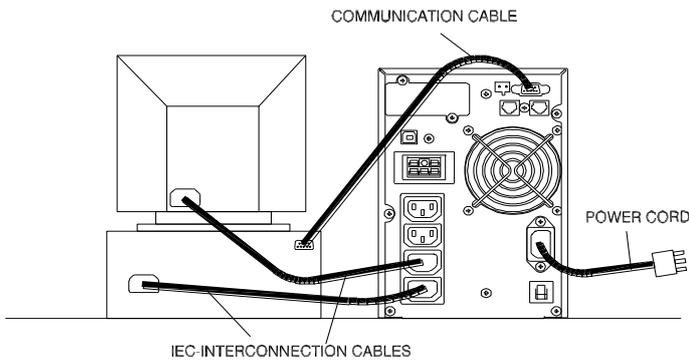

Fig. 3 Esempio di collegamento di un UPS
- Dopo aver lasciato caricare l'ups collegare ed accendere il carico collegato come indicato in fig. 3 .